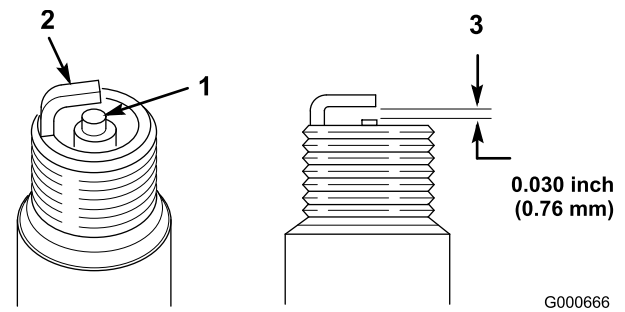

Figure 25
1. Examinez le centre de la bougie (Figure 25). Si le bec de l'isolateur est recouvert d'un léger dépôt gris ou brun, le moteur fonctionne correctement. S'il est
2. Contrôlez l'écartement entre les électrodes centrale et latérale (Figure 25) et pliez l'électrode latérale si l'écartement est incorrect.